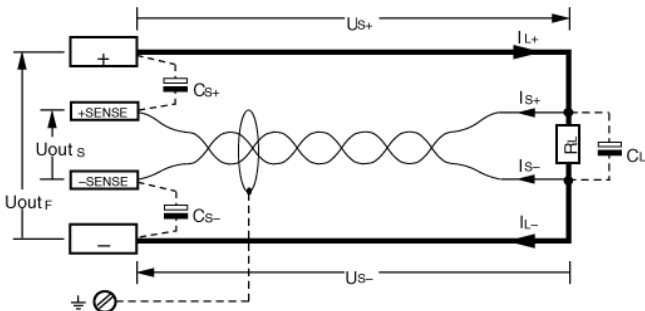

Bild 7.2 Lastanschluss mit Fühlerbetrieb.
Für den Betrieb mit Fühlerleitungen gelten die in Bild 7.2 und im Kapitel „Elektrische Daten“ aufgeführten Parameter und Grenzwerte.
- Die Impedanz langer Last- und Fühlerleitungen kann zu Regelschwingungen des Ausgangs führen, insbesondere bei lastseitigen Kapazitäten. Durch je einen Kondensator (CS+, CS-) zwischen SENSE- und Ausgangsklemme (siehe Bild 7.2) kann dem entgegengewirkt werden. Durch Verdrehen der Lastleitungen kann außerdem deren Impedanz reduziert werden.